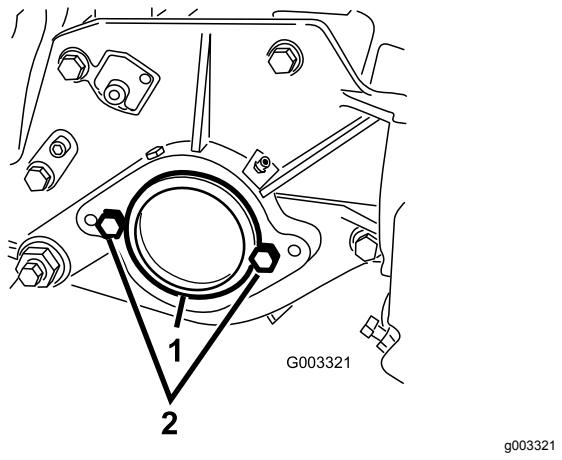

Bild 7
3. Nehmen Sie rechts an der Schneideinheit den Plastikstöpsel vom Lagergehäuse ab (Bild 7).
4. Nehmen Sie die zwei Kopfschrauben von der rechten Seitenplatte ab (Bild 7).
2. Kopfschraube (2)
6. Schrauben Sie die zwei Befestigungsschrauben für den Spindelmotor lose an der linken Seitenplatte der Schneideinheit fest (Bild 7).